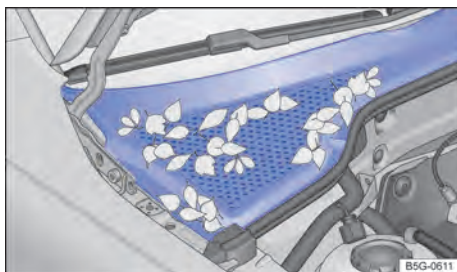

Fig. 189 Entre el vano motor y el parabrisas: caja de aguas (representación gráfica).
- La caja de aguas está ubicada en el vano motor, entre el parabrisas y el motor, y bajo una cubierta perforada → fig. 189. El aire ambiente es aspirado de la caja de aguas al interior del vehículo por medio del sistema de calefacción y ventilación o del aire acondicionado.